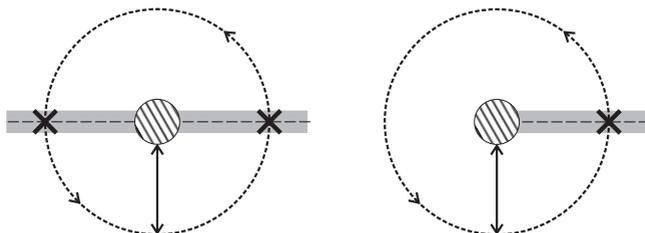

Fig. 31: Passage d'une canalisation dans une section de canalisation centrale (gauche) ou en fin de canalisation (droite)
2. Marchez en cercle autour du point de connexion et/ou autour du **G 100**. En marchant ainsi, vous passez souvent deux fois au-dessus de la canalisation (fig. 31).